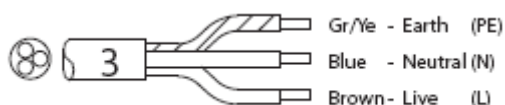

Рис. 7
- Рис. 7 - 1 N ~ 230 V (трехпроводной кабель)